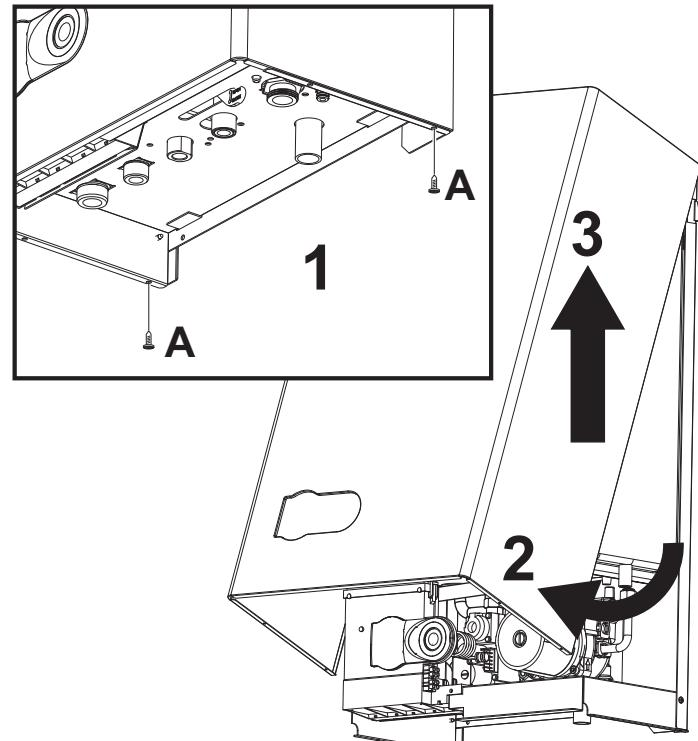

рис. 7 - Открытие кожуха
- Отвинтите винты "A" (см. рис. 7).
- Поверните кожух (см. рис. 7).